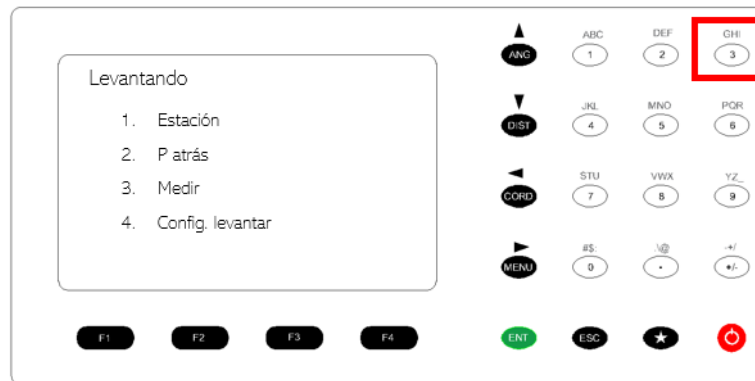

Figura 30. Comandos de la estación total.
31. En la nueva ventana, seleccionar la opción 3. Medir, para poder ingresar al menú de medición. Figura 30.